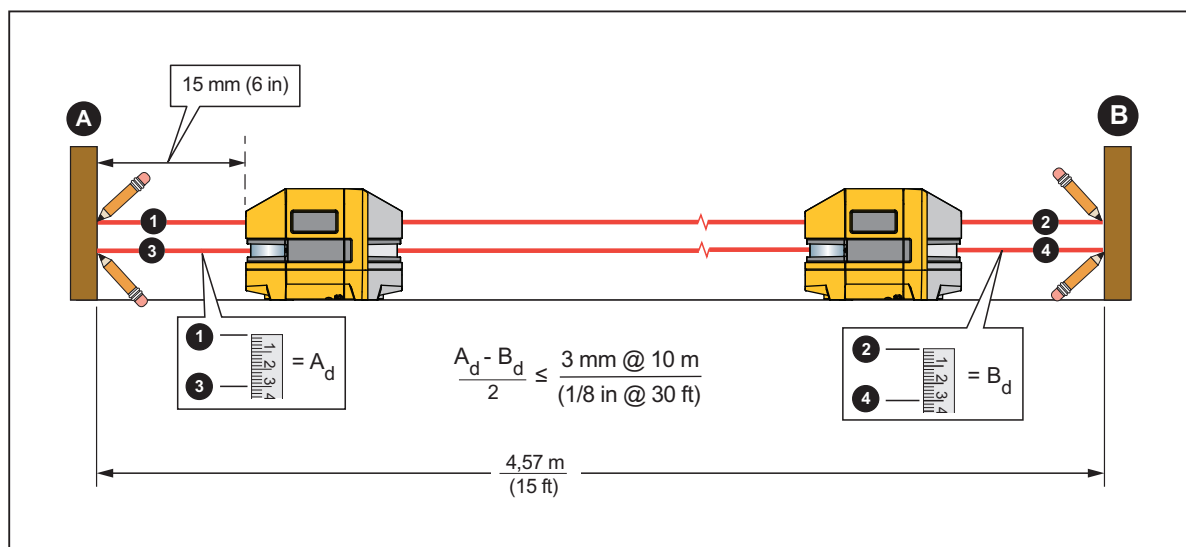

Abbildung 8. Genauigkeit des horizontalen Lasers
1. Eine beinahe waagerechte Fläche mit einer Seitenlänge von  $\geq 4,57$  m (15 ft) und zwei gegenüberliegenden Wänden, die als Messobjekte verwendet werden können, suchen. Es kann auch Restholz als Messobjekt verwendet werden. Siehe Abbildung 8.